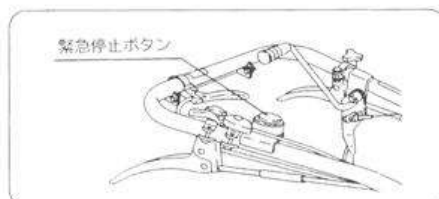

図15
- ④ 緊急停止ボタンを〔押〕すと、エンジンが停止します。(図15)